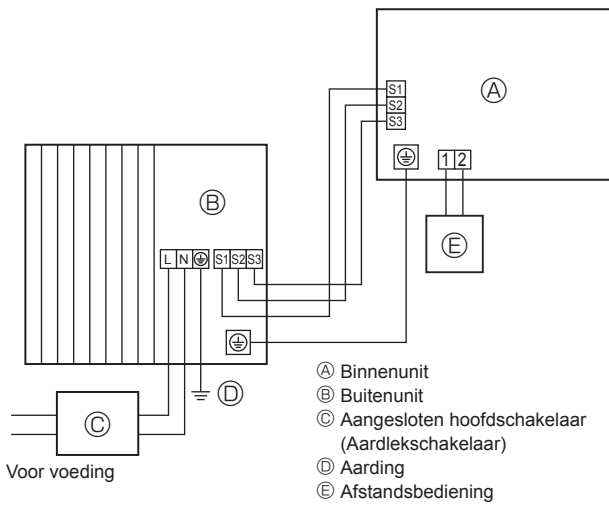
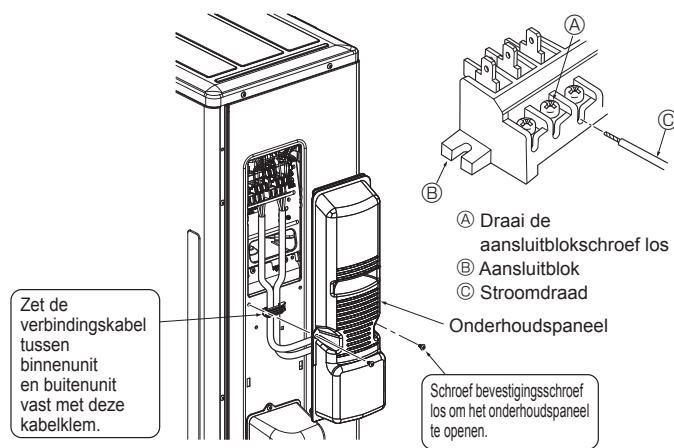
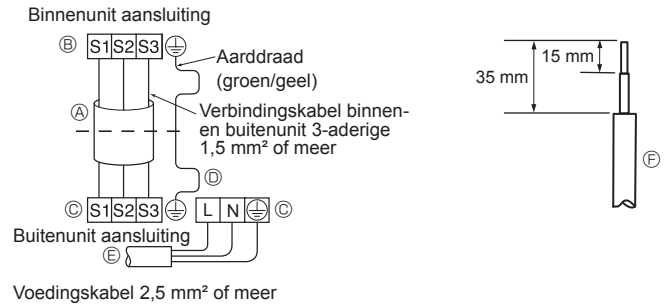

Fig. 6-1
Fig. 6-3
Fig. 6-2
6.1. Buitenunit (Fig. 6-1, Fig. 6-2, Fig. 6-3)
- ① Verwijder het onderhoudspaneel.
- ② Sluit de kabels aan volgens Fig.6-1, Fig.6-2 en Fig. 6-3.
- Leg de bedrading aan zoals aangegeven in het diagram links onderaan. (Schaf de kabel ter plaatse aan) (Fig. 6-2)